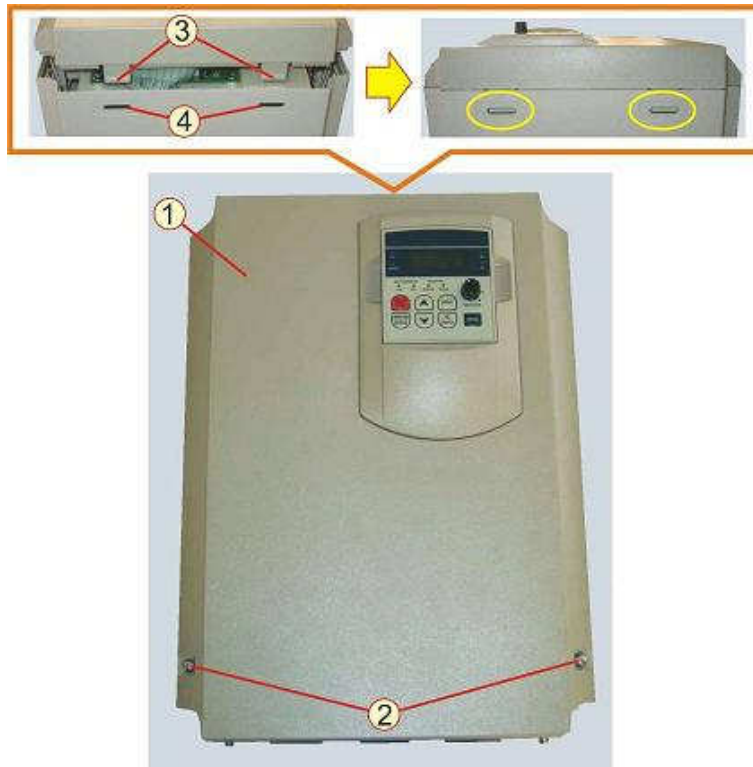

Рис.7.2
7.2.1. Взять крышку 1, установить на корпус ПЧ так, чтобы выступы 3 крышки вошли в пазы 4 корпуса (рис.7.2).
7.2.2. Вкрутить два винта 2 крепления крышки (рис.7.2).